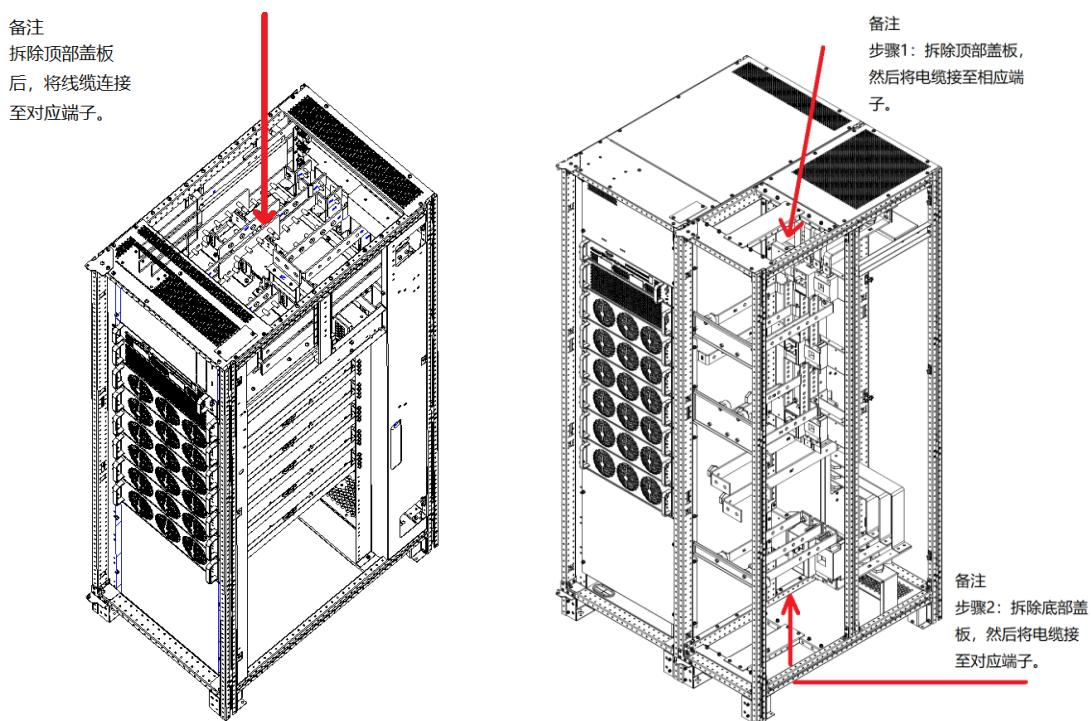

图 3-3 300kVA 功率电缆走线示意图
UPS 功率电缆的接线端子位置如图 3-2 所示。功率电缆进线以及走线方法如图 3-3 所示。
2. 柜内走线时，需按图 3-3 说明在机柜内对电缆进行扎线固定，以防止电缆受机械应力损伤。
四开关支持上进线或下进线；无开关仅支持上进线方式，见图 3-3。
参考图 3-2 ~ 图 3-3，功率电缆接线前，打开 UPS 机柜前门或上下盖板，可见功率电缆接线端子（见图 3-2）。然后将保护地连接到机柜的 PE 输入端子。